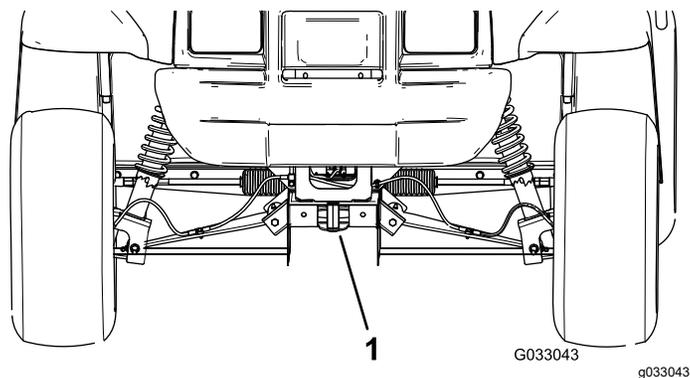
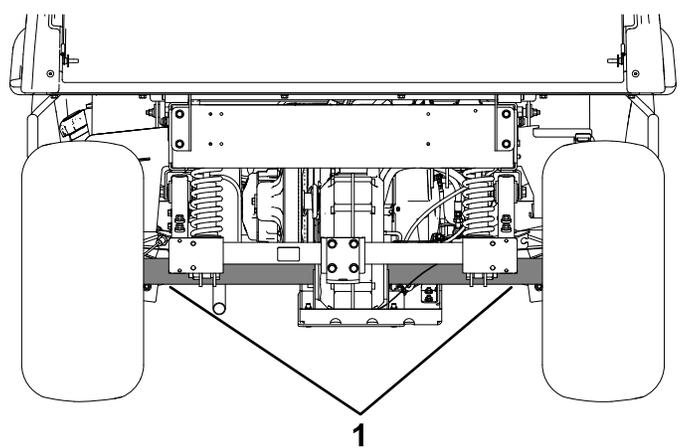

Рисунок 17
Рисунок 18
См. местонахождение точек крепления автомобиля на Рисунок 17 и Рисунок 18.
2. Прикрепите буксирный трос к сцепному устройству в передней части рамы машины (Рисунок 17).